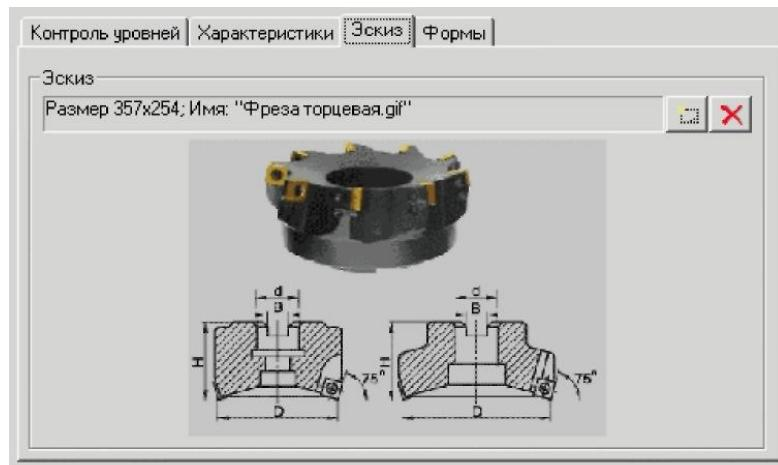

Рис. 17 - Вкладка «Эскиз» диалогового окна создания справочника
Вкладка «Эскиз» - служит для задания эскиза, который будет иллюстрировать справочник (рис. 17).
- Вкладка «Эскиз» - служит для задания эскиза, который будет иллюстрировать данный элемент структуры справочника (Описание см. в пункте 3.1., рис. 17.)